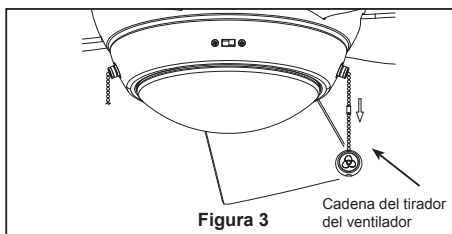

Figura 3
1. Fije bien la abrazadera para colgar a la caja de salida (no se incluye) con los tornillos y las arandelas provistas con la caja de salida. (Figura 3)
3. Extraiga uno de los tres tornillos del ensamble de la placa de iluminación. Guárdelos para después y afloje levemente los otros dos tornillos. (Figura 3)
3. Verifique el funcionamiento del ventilador jalando suavemente de la cadena del tirador del ventilador. (Figura 3)